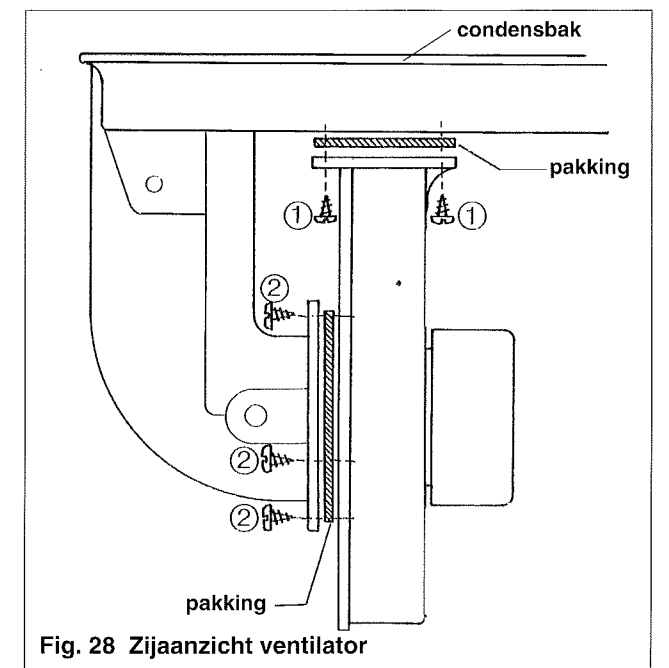

Fig. 28 Zijaanzicht ventilator
- Bevestig vervolgens de ventilator met de 3 parkerschroeven, na U ervan overtuigd te hebben, dat ook hier de pakking goed geïnstalleerd zit, vast op de flens van de aanzuigbocht. (zie fig. 28)